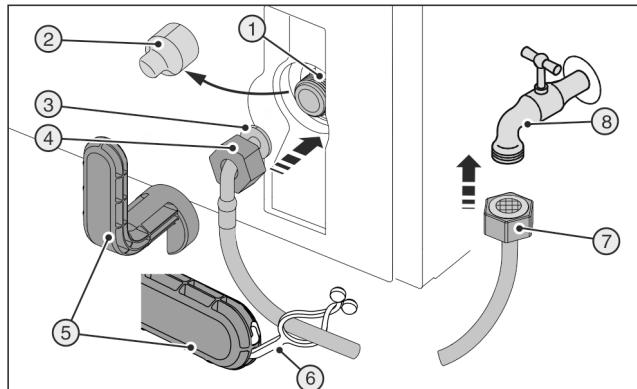
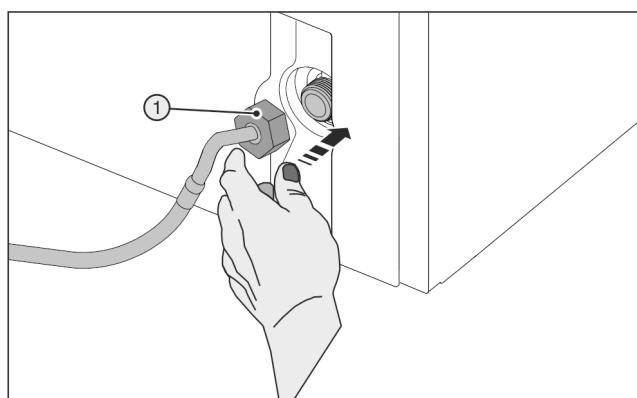

Fig. 45
Fig. 46
破损的辅助工具 Fig. 45 (5) !
- ▶ 只能在室温下使用辅助工具 Fig. 45 (5)。
- ▶ 拆下盖子 Fig. 45 (2)。
- ▶ 略微装配：将直软管端 Fig. 45 (7) 向左置于地面。
- ▶ 将螺母 Fig. 45 (4) 推至软管弯折端 Fig. 45 (3) 上方末端并固定。
- ▶ 小心装上螺母 Fig. 46 (1) 并用两根手指将其垂直拧到螺纹上，直至达到紧固位置。
- ▶ 使用辅助工具 Fig. 45 (5) 顺时针拧紧螺母 Fig. 46 (1)，直至达到最大扭矩并且辅助工具 Fig. 45 (5) 旋紧。
- ▶ 将螺母 Fig. 45 (7) 拧到截流阀 Fig. 45 (8) 上。
- ▶ 使用辅助工具 Fig. 45 (5) 顺时针拧紧螺母 Fig. 45 (7)，直至达到最大扭矩并且辅助工具 Fig. 45 (5) 旋紧。
- ▶ 打开供水截流阀 Fig. 45 (8) 并检查整个水系统的密封性。
- ▶ 将连接板 Fig. 45 (6) 卡入辅助工具 Fig. 45 (5) 内并固定在不锈钢软管上，以便于保存。